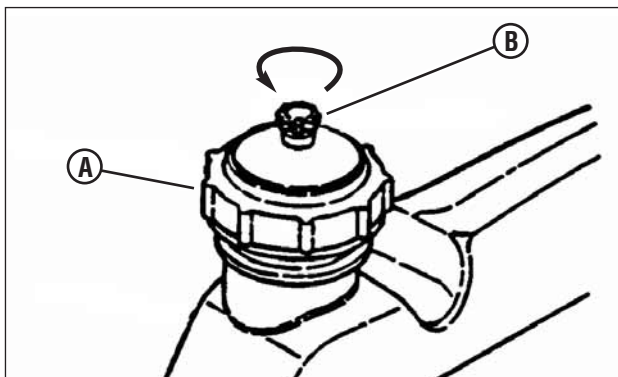

Figura 2: Tampa do tanque de combustível
8. Acrescente combustível ao tanque de combustível depois de empurrar o Cortador com motor traseiro para fora, onde os vapores podem se dissipar. Certifique-se de que a tampa do tanque de combustível (A, Figura 2) esteja apertada, e que a abertura de ventilação (B) esteja aberta após o reabastecimento. Consulte no manual do motor as especificações de combustível.
1. Abra a abertura de ventilação (B, Figura 2) na tampa do tanque de combustível (A) girando-a no sentido anti-horário.
2. Mova a alavanca de câmbio da transmissão para a posição de ponto morto (N). Consulte a seção intitulada “Tração nas Rodas.”
- Abra a abertura de ventilação (B, Figura 2) na tampa do tanque de combustível (A) girando-a no sentido anti-horário.
- Mova a alavanca de câmbio da transmissão para a posição de ponto morto (N). Consulte a seção intitulada “Tração nas Rodas.”